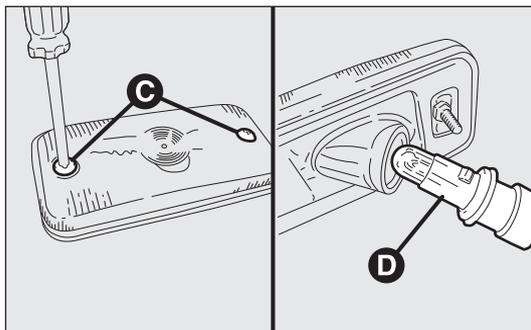

Abb. 204
- die beiden Befestigungsschrauben C-Abb. 204 herausdrehen und die Leuchte entfernen;